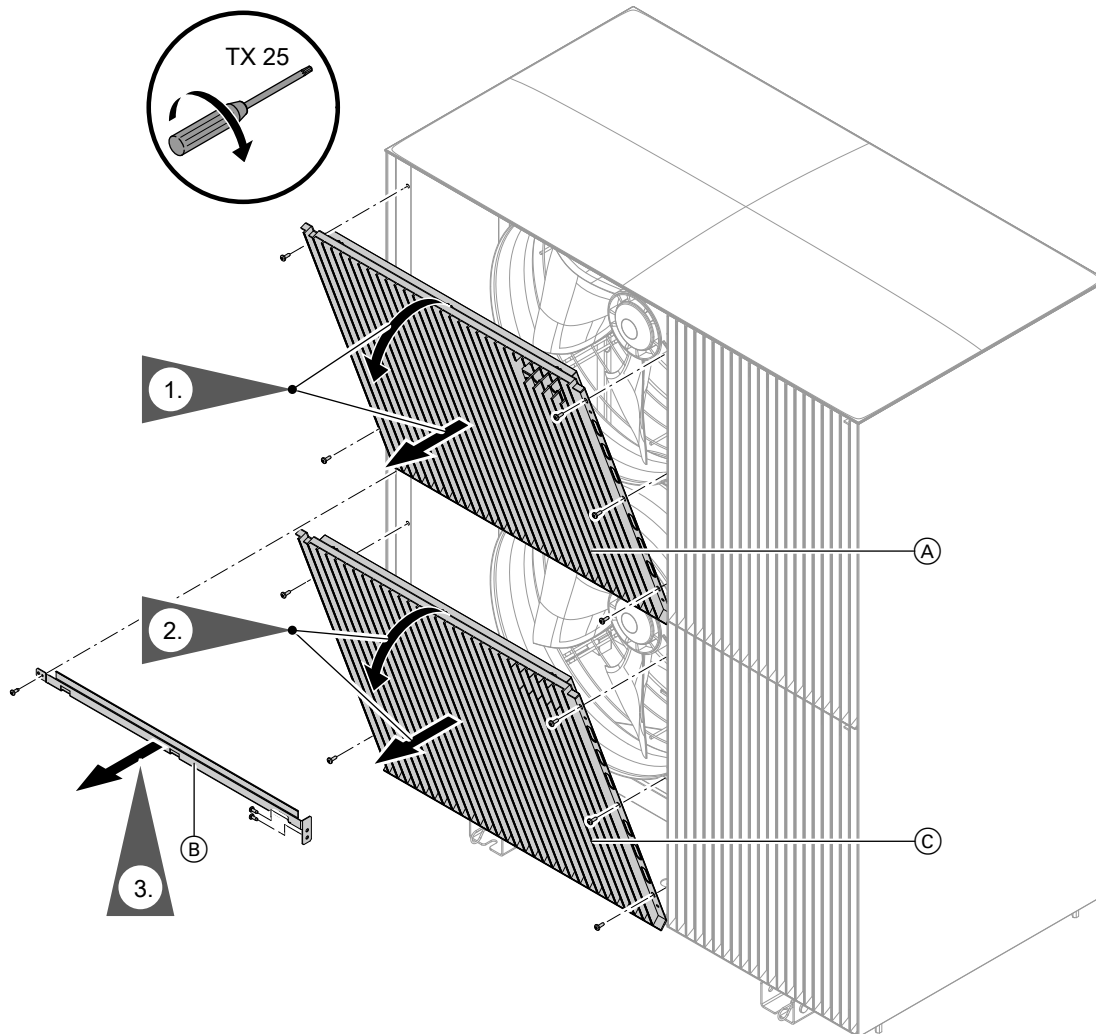

Abb. 109
3. Schutzgitter Ventilatoren und Verstärkungswinkel abbauen: Siehe Abb. 109.